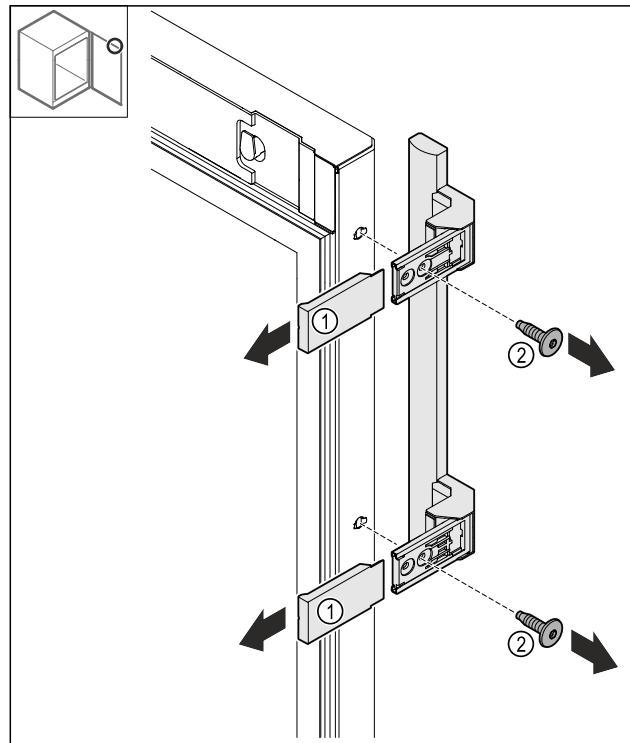

Fig. 24
- ▶ 拔下盖板 Fig. 24 (1)。
- ▶ 松开螺栓 Fig. 24 (2)。